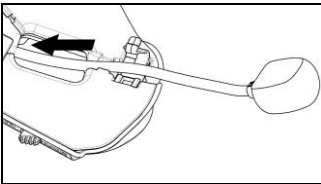

Abb. 14
- Positionieren Sie das Mikrofon in der von Ihnen gewünschten Länge und führen Sie den überschüssigen Teil in die Wangenpolsterung (Abb. 14).